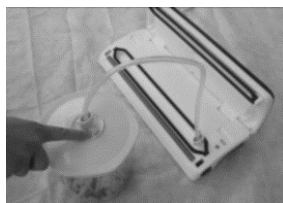

Fig.1
2. Bruk en saks, og klipp av en pose i ønsket lengde fra poserullen – **Fig. 1.**
3. Sett den åpne enden av posen inn i vakuumkanalområdet. Kontroller at luftinntaket ikke tildekkes av posen. – Fig. 1.
3. Åpne dekselet på apparatet. Koble den ene enden av slangen til luftinntaket i vakuumkanteret, og fest den andre enden av slangen til hullet midt i dekselet til vakuumbeholderen. Sørg for at bryteren på vakuumbeholderdekselet er i stillingen "SEAL" – Fig. 1 og 2.